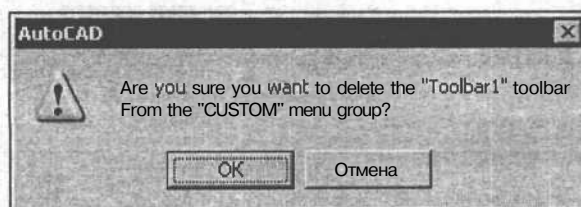

Рис. 4.6. Информационное окно для принятия решения о необходимости удаления панели из списка
4. Для удаления панели, выбранной в списке **Toolbars** (Панели), щелкните мышью на кнопке **Delete** (Удалить). Подтвердите необходимость удаления панели в информационном диалоговом окне (рис. 4.6), щелкнув мышью на кнопке **OK**. Панель будет удалена из списка.